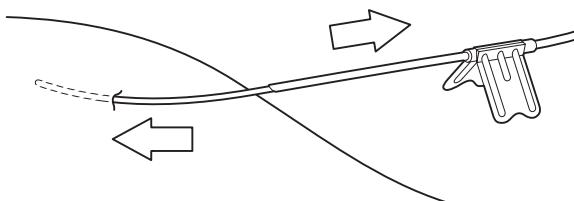

Figura 6
9. Empurre o cateter para a frente enquanto puxa a agulha para trás. Consulte a figura 6. Fixe o cateter na devida posição com fita adesiva depois de a agulha sair da pele.